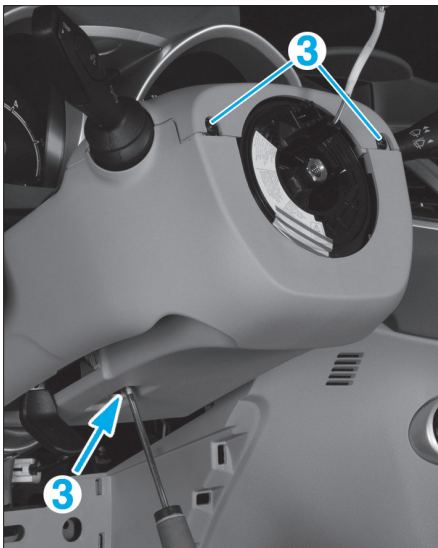

Fig. 32
- Déposer les vis (3) (Fig.32).